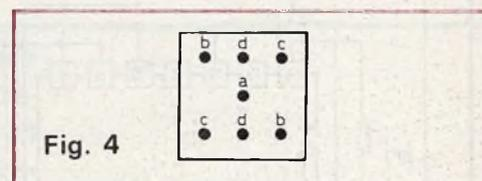

Fig. 4
d) Décodage du compteur et affichage (fig. 4) :